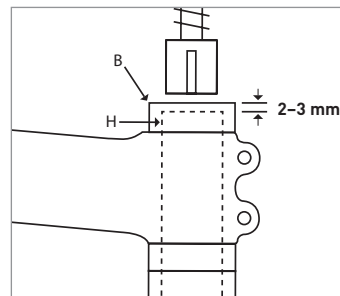

Figure 6
5. Mesurez avec précision et marquez la longueur de tube de pivot à couper. N'oubliez pas que, lorsqu'il est coupé, le haut du tube de pivot doit se trouver 2 à 3 mm en dessous du haut de l'ensemble d'entretoises du jeu de direction/potence (figure 6).